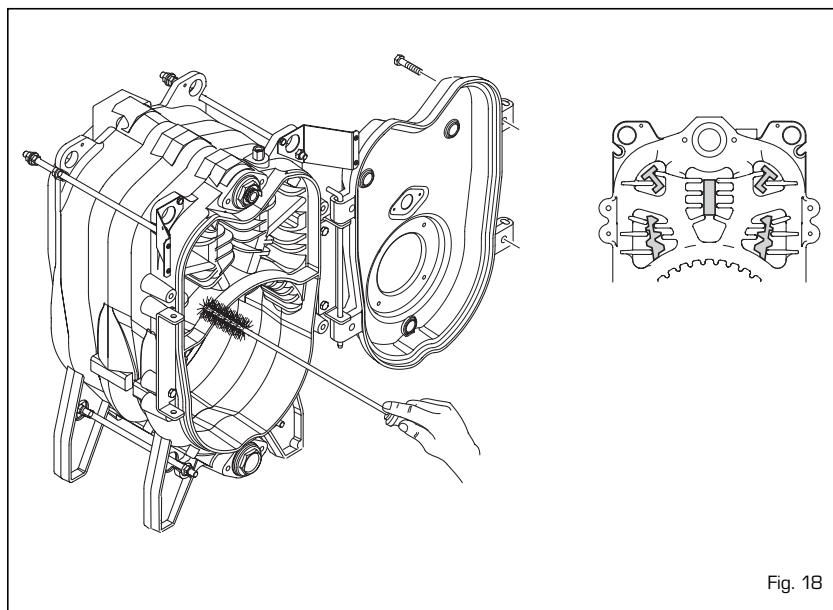

Fig. 18
4.5.1 Pulizia passaggi fumo (fig. 18)